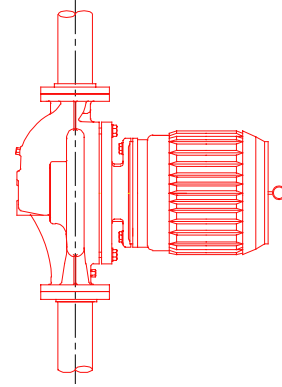

图 2.8 水平安装- 4360/4380 只能到15 hp (11 kW)
- 2.8. 可以水平安装高达15 hp / 11 kW的紧密耦合的同轴机组(4360和4380系列)的轴。(图.2.8) 水平安装的大机组或4300系列的隔离耦合, 请向工厂咨询。